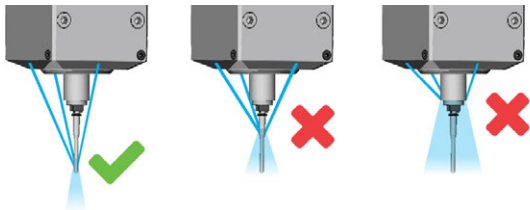

FIG. 44 ROCIADOR DE LÍQUIDO REFRIGERANTE ADECUADO (IZQUIERDA) Y ROCIADOR CON PRESIÓN INSUFICIENTE (MEDIO, DERECHA)
20. Espere hasta que no quede aire en el rociador de líquido refrigerante y todas las boquillas alcancen la punta de la herramienta (Fig. 44 abajo). Puede tardar varios minutos.